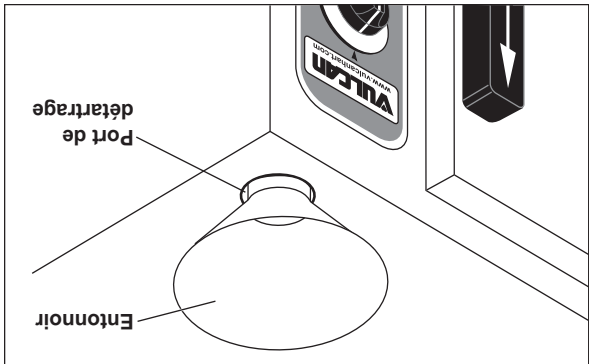

Figure 4
4. Retirez le capuchon du port de détarrage sur le dessus de l'appareil et insérez l'entonnoir dans le port de détarrage (figure 4).